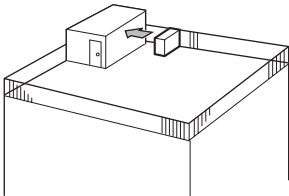

Fig. 2-3
- Coloque la salida de aire de frente a la pared más próxima a una distancia de unos 50 cm, 19-11/16 pulgadas de ella. (Fig. 2-3)